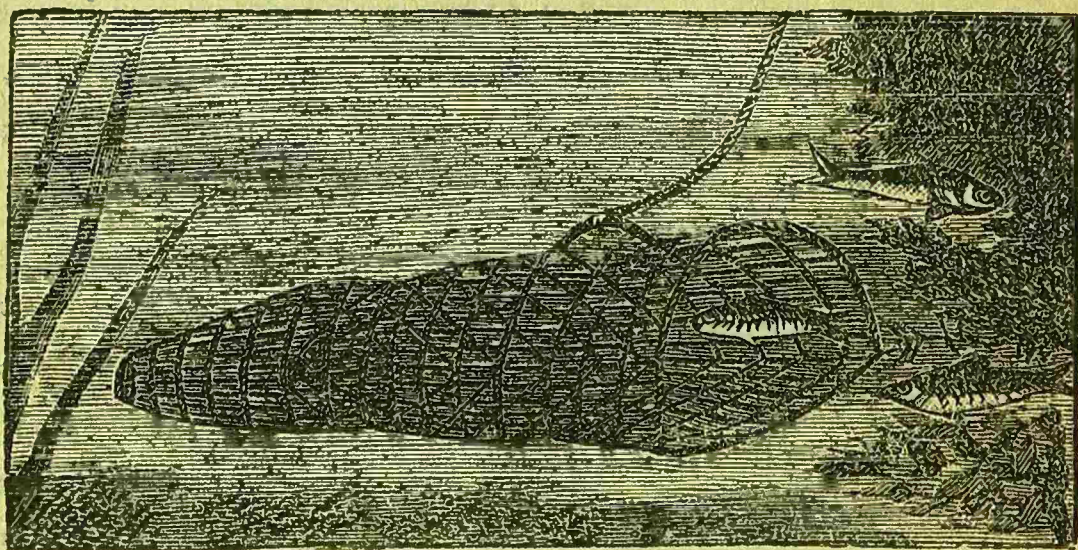

Fig. 31.
25.—La nasa, las redes.—Los peces se pescan también de muchas otras maneras. He aquí una nasa de mimbre. Es una especie de cesto á la que se atraen los peces que entran á ella muy fácilmente pero que no pueden ya salir (fig. 31.) Para coger